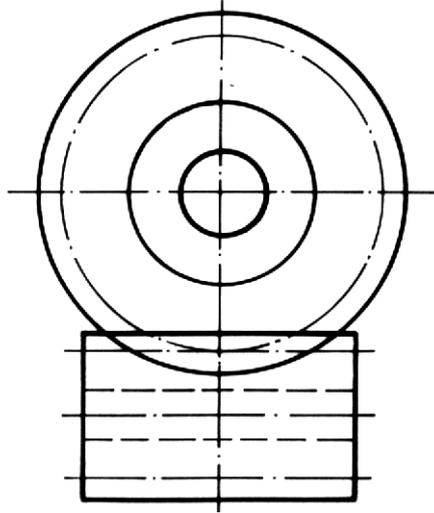

Figura 7
4.4.2 Nenhuma das duas engrenagens em um engrenamento tem primazia para encobrir parte da outra (ver Figura 7), exceto nos dois casos seguintes: